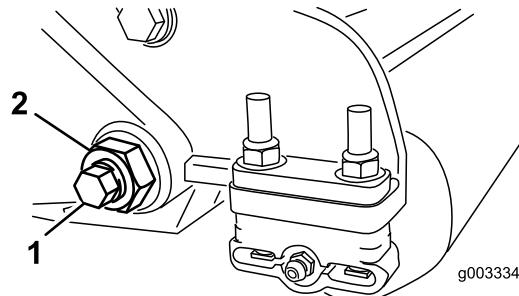
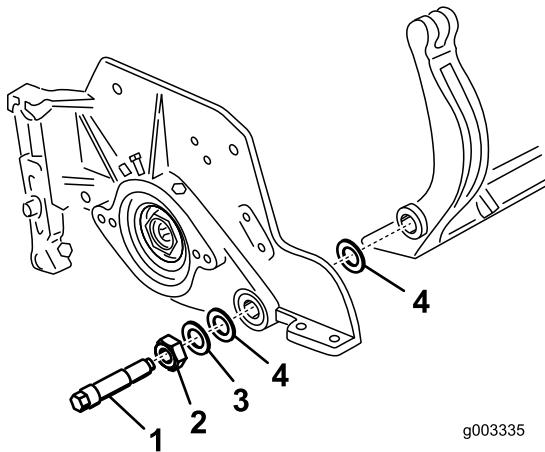

Figure 38
Figure 39
3. De chaque côté de la machine, desserrez le contre-écrou de fixation du boulon de la barre d'appui (Figure 38).
4. Retirez les boulons de la barre d'appui afin de pouvoir abaisser la barre et la déposer du boulon de la machine (Figure 38). Mettez de côté 2 rondelles en nylon et 1 rondelle en acier estampé à chaque extrémité de la barre d'appui (Figure 39).
**Remarque:** Placez une rondelle en nylon de chaque côté du bossage de la plaque latérale. Placez une rondelle en acier à l'extérieur de chaque rondelle en nylon (Figure 39).